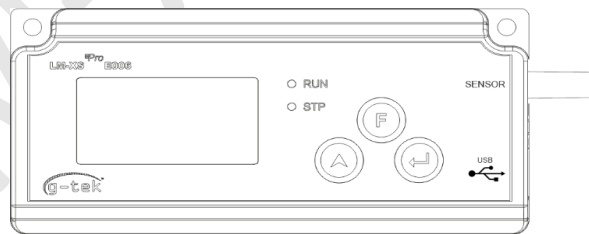

图5 外部传感器插孔已插入
- 传感器将在 LM-XS 临 E006 数据记录器使用 4 接触 3.50 毫米立体声被插入插孔连接器。按照图 5 连接传感器电缆